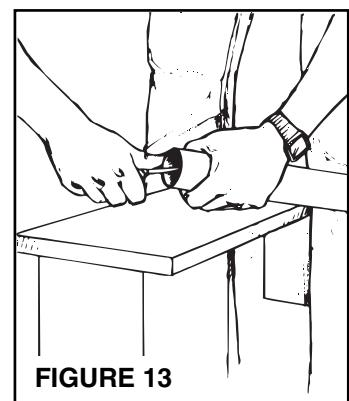

FIGURE 13
9. Voyez la figure 13. Enlevez la barbure à l'intérieur et l'extérieur du tuyau.